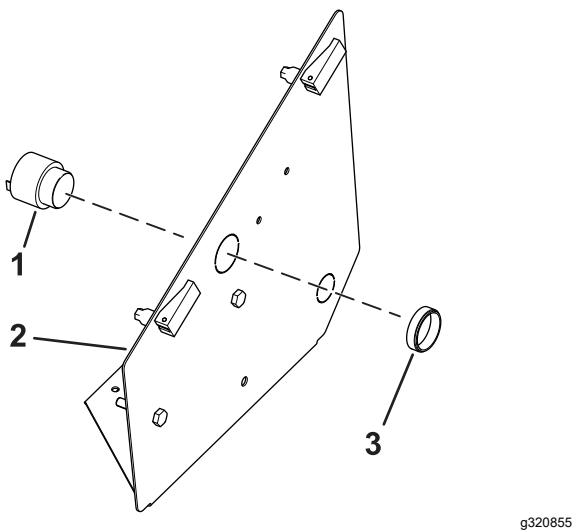

Рисунок 6
11. Установите звуковой сигнал на панель консоли (Рисунок 6).